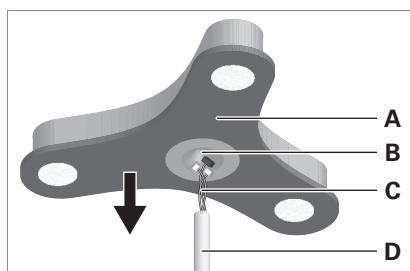

Fig. 6: Montare la testa dell'apparecchio d'illuminazione.
- Collocare la testa dell'apparecchio **A** sul tubo di sostegno **D** e far passare i cavi **C** attraverso l'apertura **B** della testa dell'apparecchio, vedi Fig. 6.